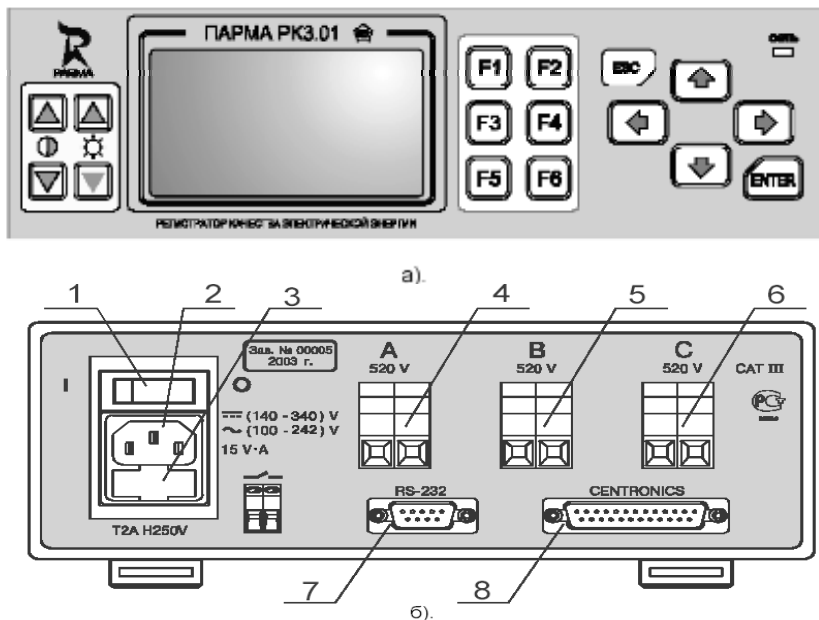

Рисунок 1 – Внешний вид регистратора
4.6.1.3 На лицевой панели регистратора (рисунок 1а) расположены графический дисплей с подсветкой, пленочная клавиатура и индикатор питания.
4.6.1.5 На задней панели регистратора (рисунок 1б) расположены:
- выключатель питания (1) перевод в положение «I» включает регистратор, а в положение «0» выключает;
- разъем для подключения сети питания (2);
- отсек для установки предохранителя питания (3)
- клеммные колодки (4), (5), (6) для подключения напряжения питания фаз «А», «В» и «С» соответственно;
- Разъем RS232 (7) разъем для подключения ПК и (8) разъем Centronics (8) для подключения принтера.
6.3.2.1 ПК подключить к регистратору через разъем, маркированный RS232. (рисунок 1б, (7)), соединение выполнить кабелем для COM-порта, входящим в комплект поставки регистратора.
6.3.2.2 Принтер подключить к регистратору через разъем маркированный «CENTRONICS» (рисунок 1,б, (8)), соединение выполнить специальным кабелем.
Присоединение регистратора к сети питания следует производить в следующей последовательности – сначала подключить шнур питания к разъему (рисунок 1,б, поз.(2)), находящемуся на задней панели регистратора рядом с измерительными зажимами (рисунок 1, б, поз. 4-6).